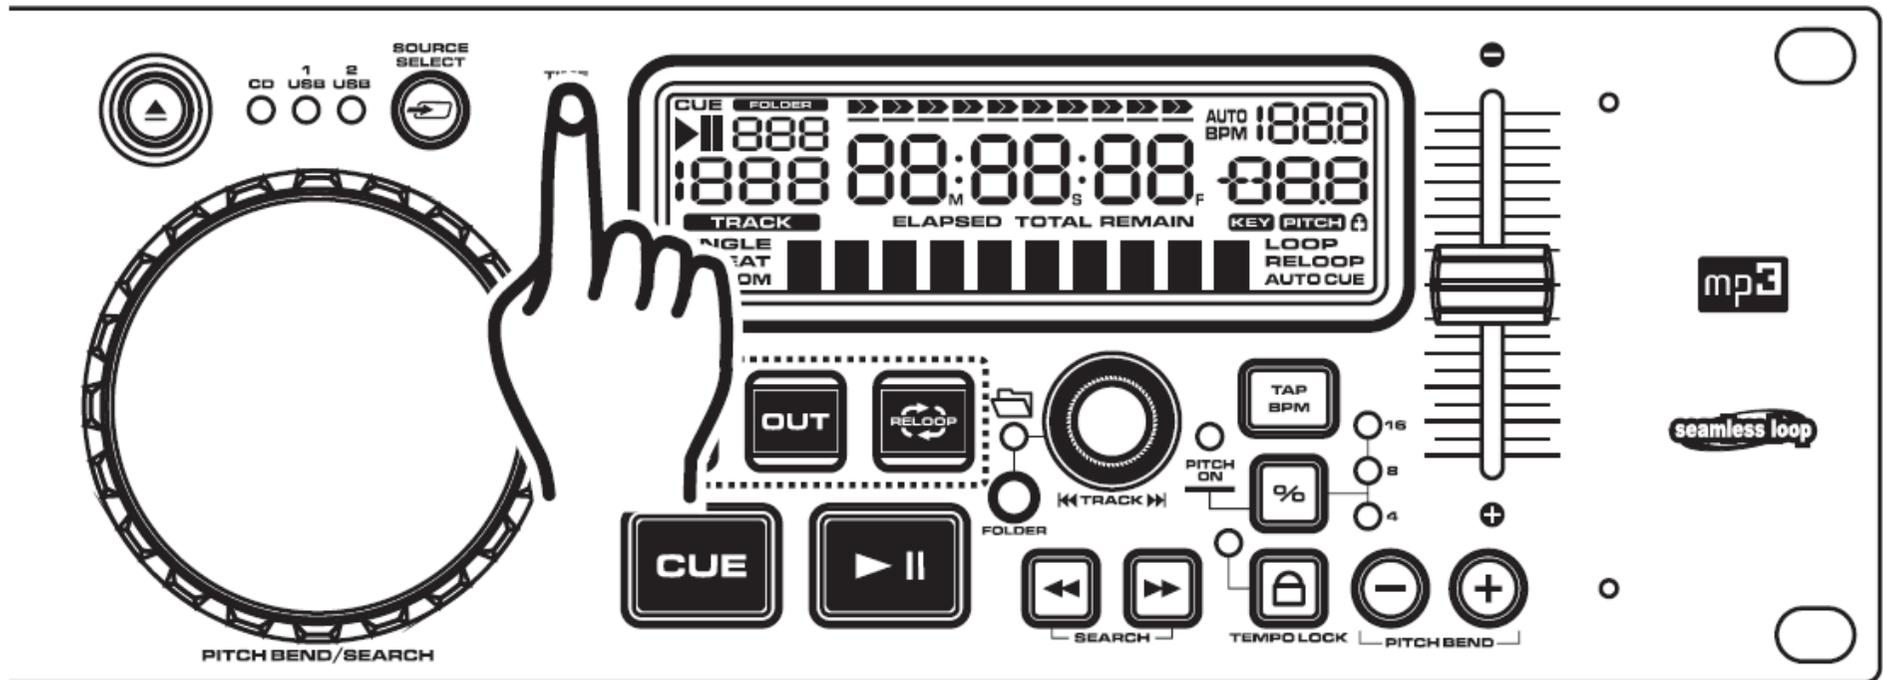

Bild 14
Die Zeit kann auf drei verschiedene Arten angezeigt werden; Total Remain (gesamte verbleibende Zeit), Remain (verbleibende Zeit) und Elapsed (verstrichene Zeit). Wenn Sie während des normalen Abspielens den Time Button (5) drücken wie in *Bild 14*, ändern sich die Zeit Anzeige-Informationen (26) im LCD-Display. Im Folgenden ein kurzer Abriss der Zeit-Einstellungen und Ihrer Funktionen.
- Total Remain (34) - Im LCD-Display wird die komplette verbleibende Zeit der CD angezeigt.
- Remain (34) - Im LCD-Display wird die verbleibende Zeit des laufenden Tracks angezeigt.